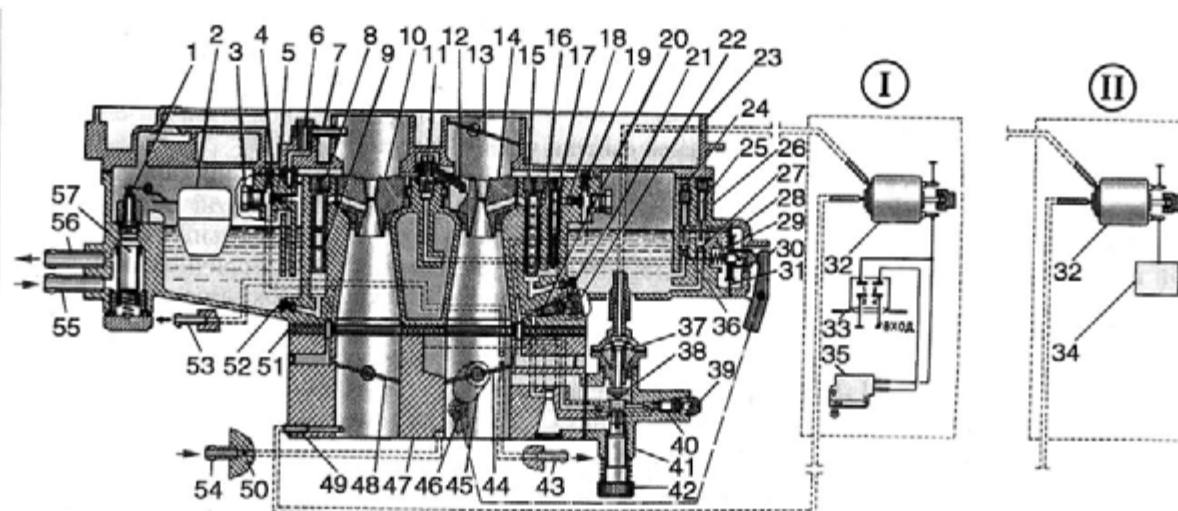

Рис. 4.1.27. Схема карбюраторов К-151, К-151Д:
Карбюратор К-151 (рис. 4.1.27) состоит на трех основных разъемных частях, соединенных через уплотняющие прокладки винтами. Верхняя часть — крышка карбюратора — включает воздушный патрубок, разделенный на два канала, с воздушной заслонкой в канале первичной секции. Средняя часть состоит из поплавковой и двух смесительных камер и является корпусом карбюратора. Нижняя часть — корпус дроссельных заслонок — включает смесительные патрубки с дроссельными заслонками первичной и вторич-
Система отключения подачи топлива карбюратора К-151 состоит из блока управления 33 (см. рис. 4.1.27), микровыключателя 34, электромагнитного клапана 32
Все системы карбюратора соединены с поплавковой камерой, уровень топлива в которой поддерживается поплавком 2 и топливным клапаном 1 (см. рис. 4.1.27).
- прочистить медной проволокой диаметром 1,5 мм калиброванное отверстие 50 (см. рис. 4.1.27) в корпусе смесительных камер;